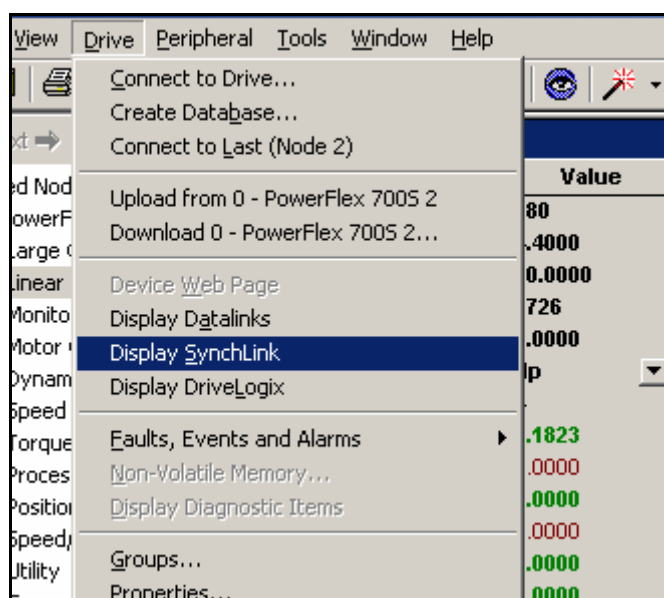

图 6-31 选择 SynchLink
19) 在 Drive Executive 软件的主菜单中，选择 Drive 栏下的 Display SynchLink 选项。如图 6-31 所示。